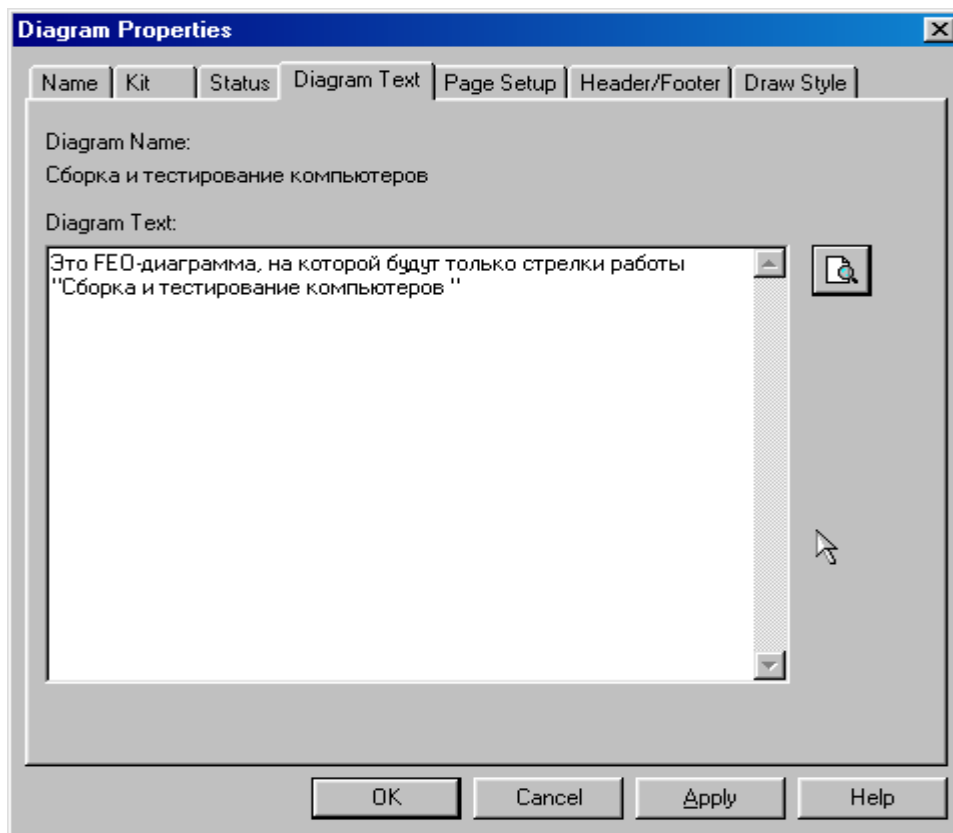

Рисунок 1.35 – Вкладка **Diagram Text** диалогового окна **Diagram Properties**
3. Для определения содержания диаграммы перейдите в пункт меню **Diagram/Diagram Properties** и во вкладке **Diagram Text** внесите определение (рисунок 1.35).